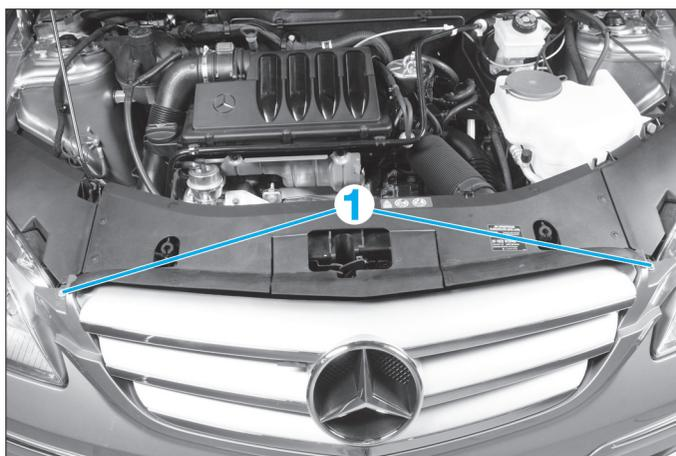

FIG. 1
- Déposer les vis (1) (Fig.1).